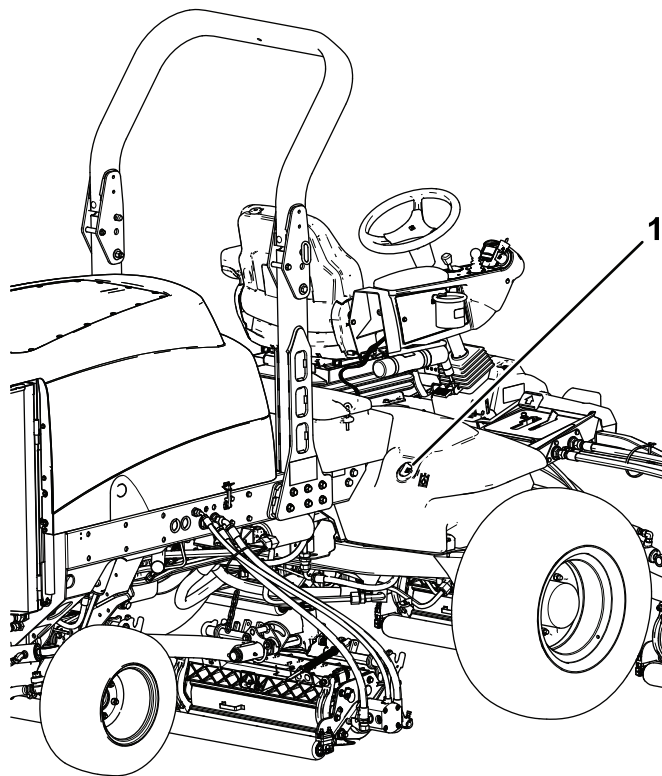

Figura 106
2. Limpe a zona em redor do tubo de enchimento e da tampa do depósito hidráulico (Figura 106).